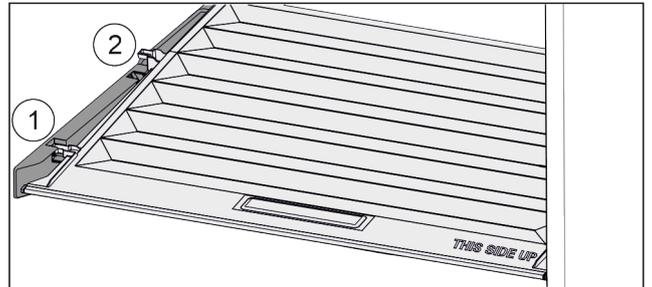

Fig. 150
- ▶ Tirare in avanti il coperchio fino all'apertura nei fermi Fig. 150 (1).
- ▶ Sollevare posteriormente dal basso e togliere verso l'alto Fig. 150 (2).